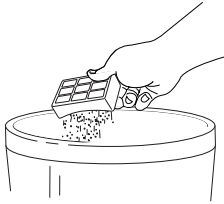

Fig. 22
- 3 Dé vuelta el filtro de modo que la parte sucia quede hacia abajo y golpéelo fuertemente contra un cesto de basura para remover la tierra. (Fig. 22)